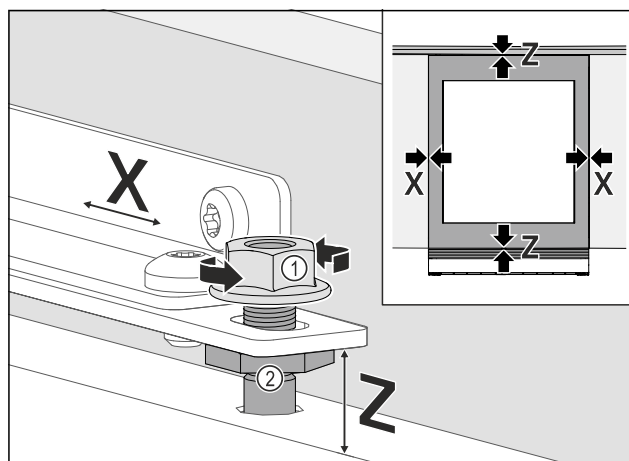

Fig. 77
- Indjuster møbeldøren i siden: Løsn kontramøtrikkerne Fig. 77 (1), forskyd møbeldøren i X-retning.
- Spænd kontramøtrikkerne Fig. 77 (1).
- Indjuster møbeldøren i højden Z og i sidehældningen: Indstil justeringsboltene Fig. 77 (2).